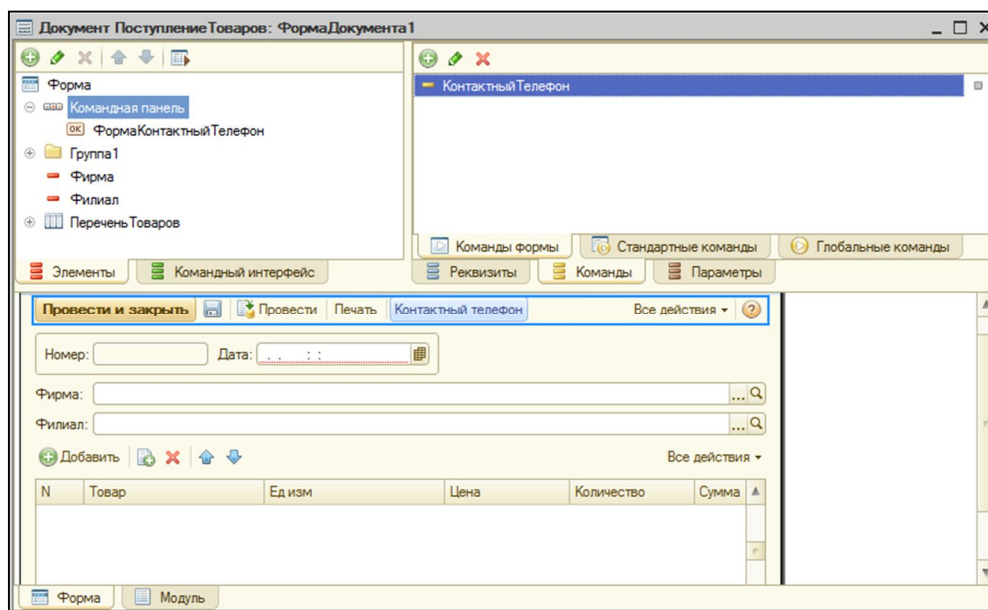

Рис. 30. Добавление кнопки «КонтактныйТелефон» в форму
3. Для добавления кнопки «Контактный телефон» в интерфейс формы документа «ПоступлениеТоваров» необходимо перетащить мышкой имя команды «КонтактныйТелефон» правого верхнего окна «Команды формы» на элемент «Командная панель» левого верхнего окна «Элементы» (рис. 30). Оцените результат работы в режиме запуска 1С.